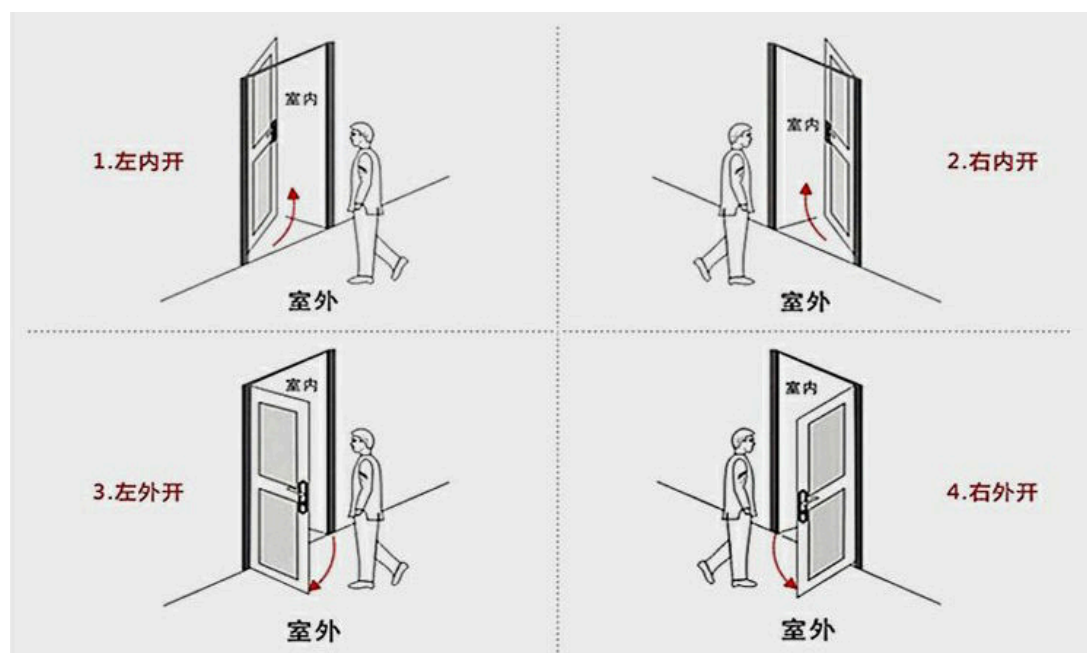

图 1
- 1.1. 锁舌与开门方向是否一致，否则须将锁舌方向调整过来。见下图 1